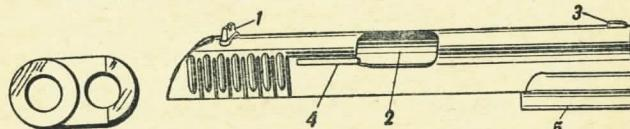

Рис. 44.
89. Серьга (рис. 44) служит для соединения ствола с рамкой и для сцепления и расцепления